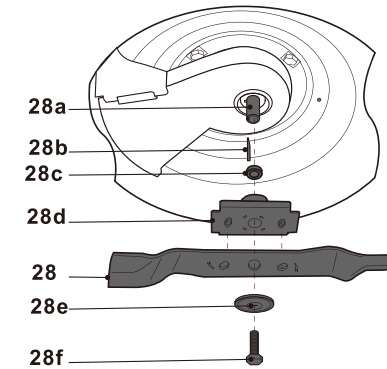

Fig. 23
1. Maintenir le dessous du produit et le dispositif de coupe (25) propres et exempts de débris. Retirer l'herbe coupée de la goulotte d'évacuation arrière (26).
3. Garder le dispositif de coupe (25) aiguisé pour conserver de bonnes performances de coupe. Si le dispositif de coupe est usé ou endommagé, le remplacer par un nouveau dispositif de même type ou demander à un spécialiste qualifié de l'aiguiser.
4. Desserrer le boulon hexagonal (25f) dans le sens inverse des aiguilles d'une montre à l'aide d'une clé adaptée et le déposer avec la bride de blocage (25e), le dispositif de coupe (25) (Fig. 23).